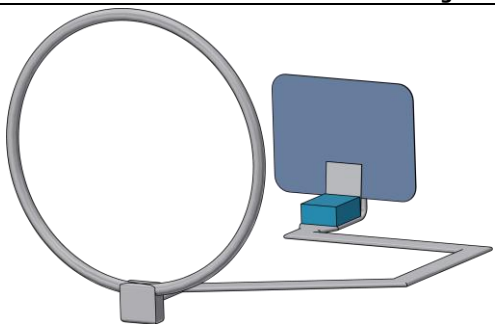

Fig. 18
c. O usuário deve atentar para a escolha do posicionador, pois existem tipos diferentes, sendo eles indicados para filme, placa de fósforo ou sensor digital. Na Fig. 18, é possível visualizar um exemplo de posicionador para placa de fósforo.